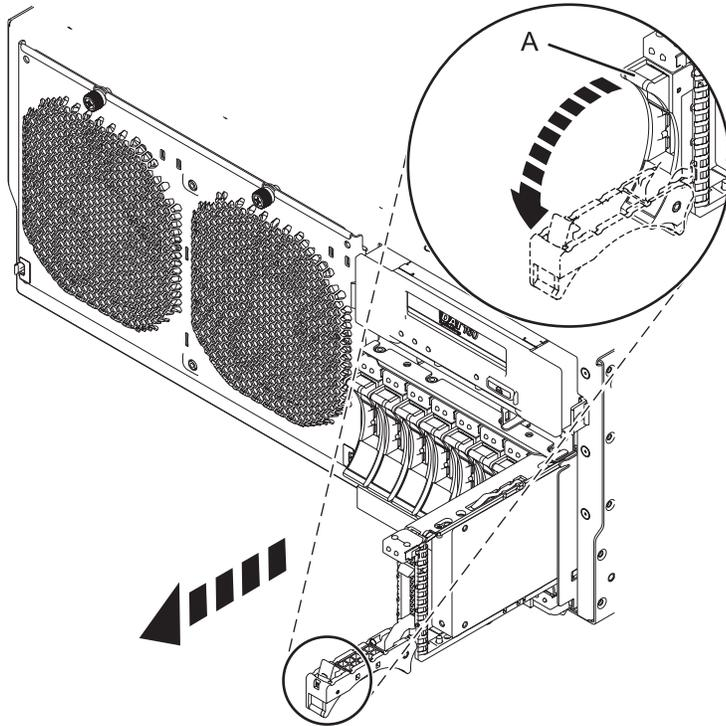

Figure 15. Retrait d'une unité de disque du système
3. Lorsque le voyant d'identification s'allume et reste fixe, déverrouillez la poignée de l'unité en appuyant dessus et en la tirant vers vous, comme illustré à la figure 15, à la page 30. Si la poignée n'est pas complètement sortie, vous ne pouvez pas retirer l'unité de disque ou l'unité SSD de l'unité centrale ou de l'unité d'extension.